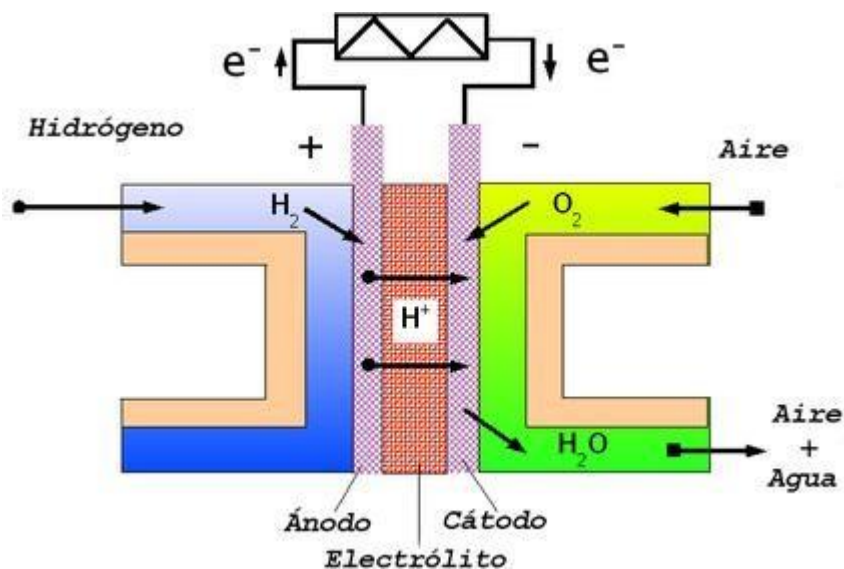

Figura 3. Funcionamiento de una pila de combustible.
El hidrógeno (combustible) que alimenta el ánodo de la pila (Figura 3), donde se oxida en el catalizador de platino (difusor / catalizador capa), y se disocia produciendo electrones y protones,  $H^+$  (1). Los electrones fluyen a través de un circuito eléctrico externo y se utilizan para producir corriente eléctrica continua. Por otra parte, los protones son transportados desde el ánodo al cátodo, a través del electrolito (membrana). El cátodo se alimenta de oxígeno, que reacciona con los protones transportados a través de la membrana y con los electrones del circuito eléctrico (2). El producto final de la reacción que se produce en el cátodo es el vapor de agua.